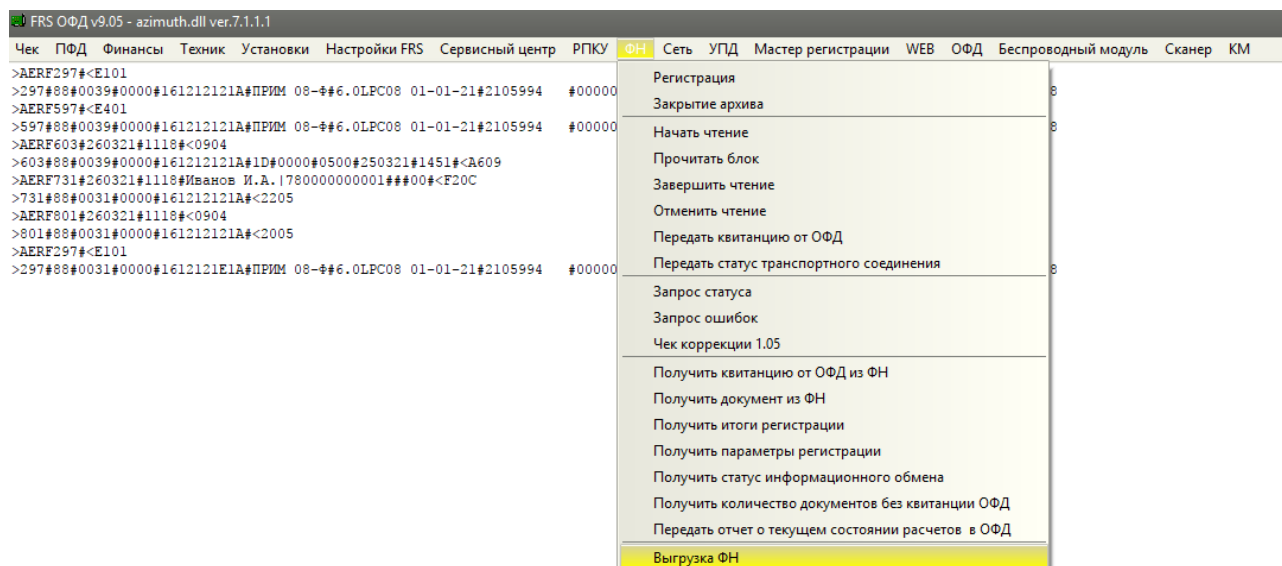

Рисунок 8.1 – Меню "FRService ОФД"
8.5.3 Во вкладке ФН выбрать пункт "Выгрузка ФН" (Рисунок 8.1).